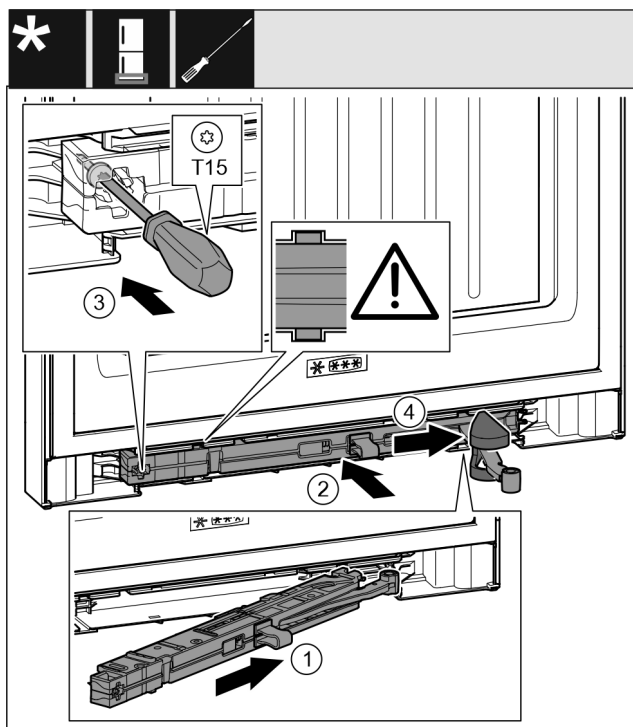

Fig. 62
- ▶ Shtyni pjerrtas deri në fund brenda në fole njësine e amortizatorit të mbylljes Fig. 62 (1), në anën e bazamentit mbështetës.
- ▶ Shtyni njësine e amortizatorit të mbylljes Fig. 62 (2) plotësisht brenda në fole.
- ▶ Mbërtheni fort vidën Fig. 62 (3) me një kaçavidë.
- ▶ Shtyni kapakun mbulues Fig. 62 (4) mbi menteshë.